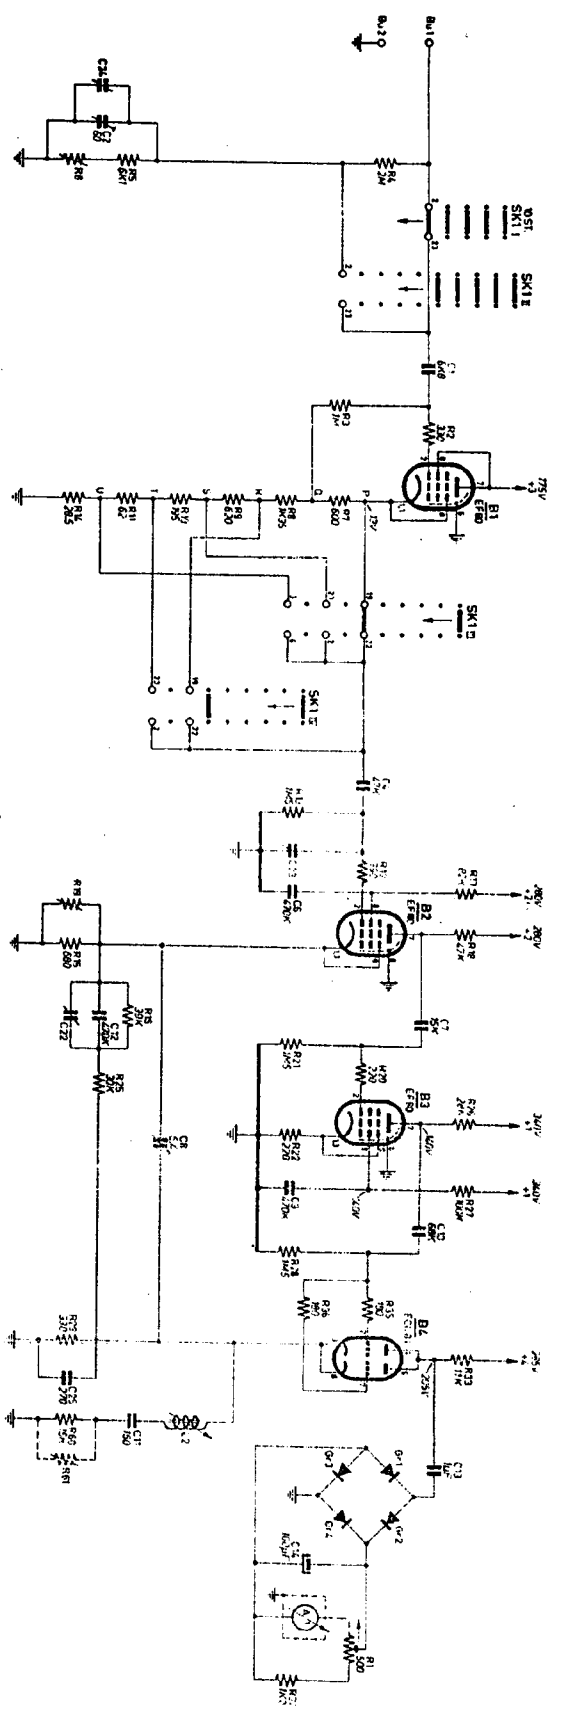

Fig. 1
- Bovendien is het voedingsgedeelte gewijzigd, teneinde de afhankelijkheid van snelle netspanningsvariaties te verminderen (zie fig.1).